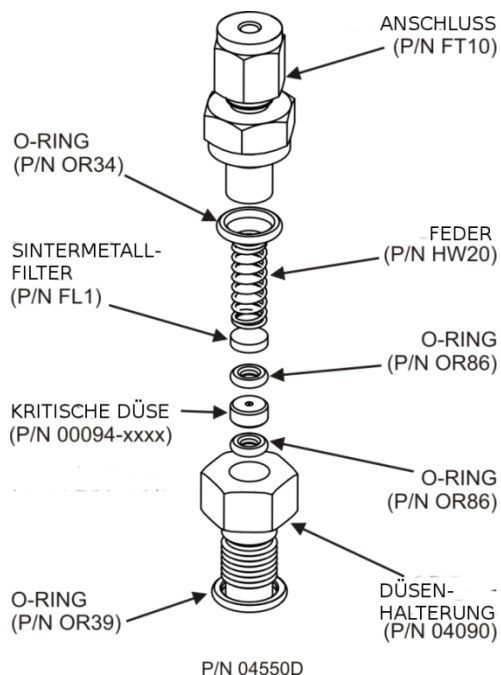

Abbildung 5-12 Kritische Düse
- In diesem Teil sind alle Komponente der kritischen Düse enthalten, gezeigt in Abbildung 5-12.
Für Düsen im Vakuumverteiler: Der Aufbau ist ähnlich dem in Abbildung 5-12, außer:
8. Bauen Sie die Teile wieder zusammen, gezeigt in Abbildung 5-12.